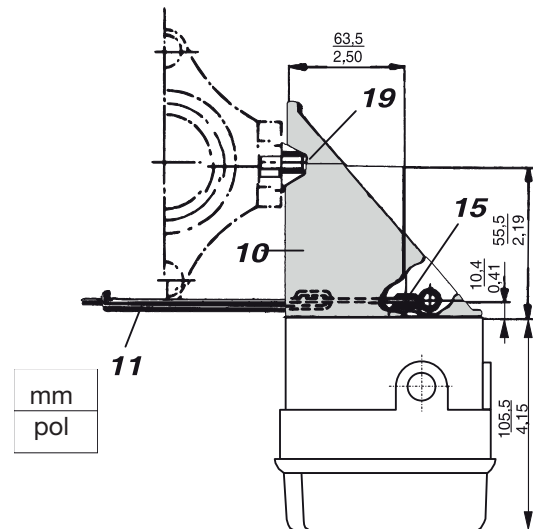
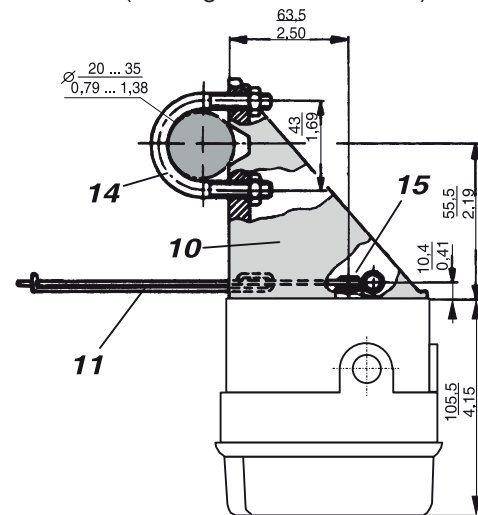

Fig. 10: Conexão do atuador de diafragma com acopladores moldados, conforme DIN IEC 534-6 (montagem no lado direito) Código G
Fig. 11: Conexão do atuador de diafragma com colunas, conforme IEC 534-6 (montagem no lado direito) Código F
- c) Aperte o posicionador com o suporte de montagem **10** no atuador de diafragma. Para atuadores de diafragma FOXBORO ECKARDT com acopladores moldados: aperte o suporte de montagem **10** com o parafuso **19** no orifício rosqueado do acoplador moldado (consulte a Fig. 10). Isso garante que a alavanca de realimentação **11** permaneça horizontal a um curso de 50%. Para atuadores de diafragma com colunas: aperte o suporte de montagem **10** com dois parafusos em U **14** na coluna, de modo que a alavanca de realimentação **11** (que está frouxamente conectada ao eixo **15** do posicionador e ao parafuso viajante **12**) fique disposta horizontalmente a 50% do curso (consulte a Fig. 11).